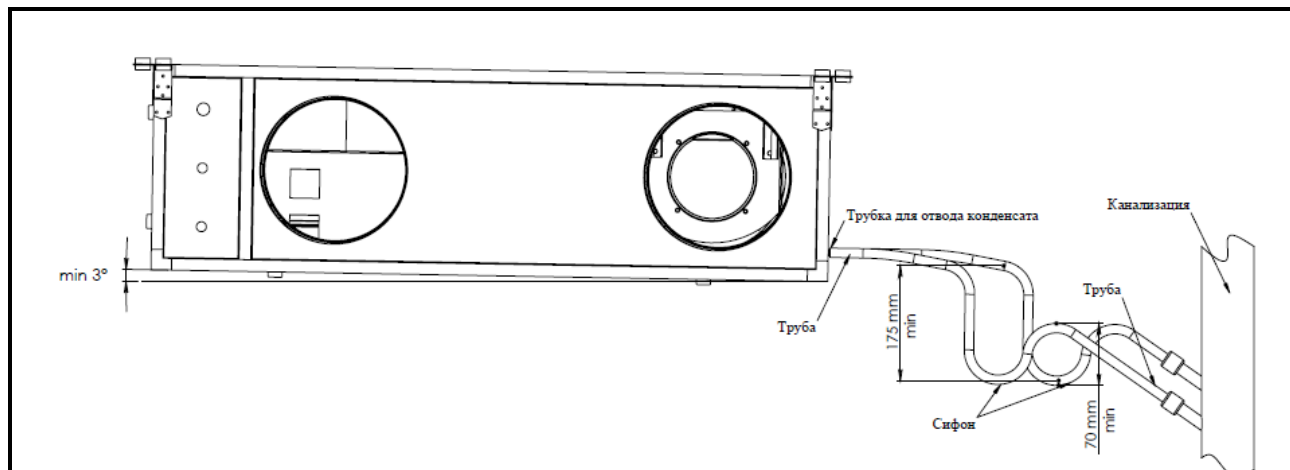
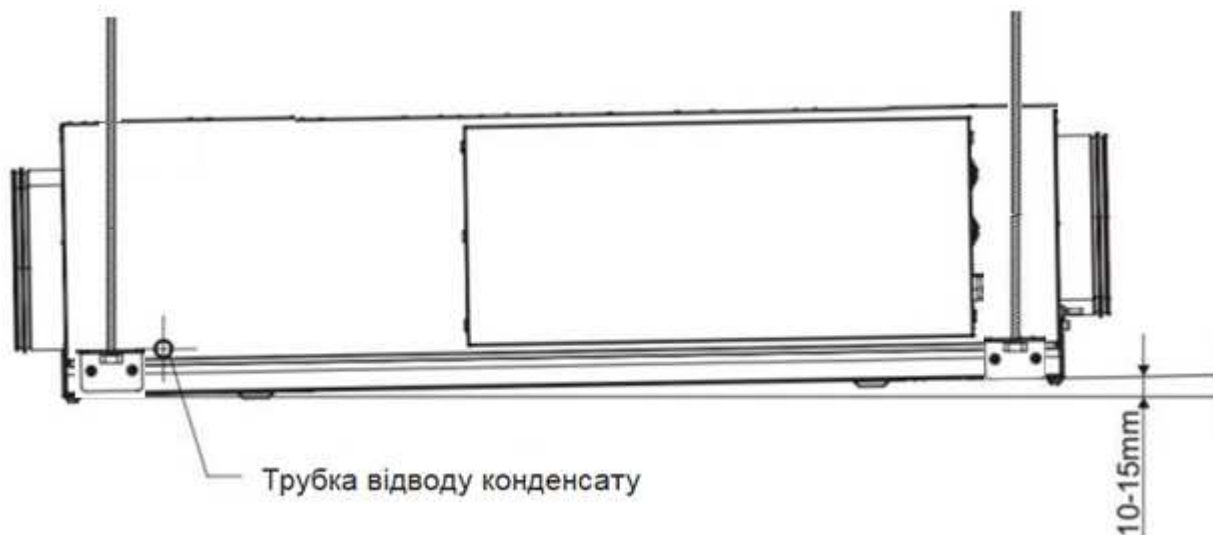

Рис.18. Підключення гідравлічного сифона.
Рис. 20. Приклад організації ухилу в розташуванні установки.
- Треба обов'язково, під час проведення монтажу обладнання, забезпечити необхідні кути нахилу у бік відводу конденсату як по довжині установки (рис. 20), так і по ширині (рис. 18)